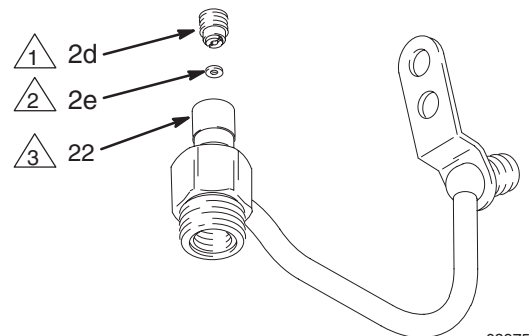

Fig. 13
1. Smør væskehuset (22) lett innvendig med fett. Sett inn den lille tetningen (2e) slik at leppene vender inn i væskehuset. Skru inn tetningsholderen (2d) og trekk til med 3,4–4,5 N.m. Se Fig. 13.